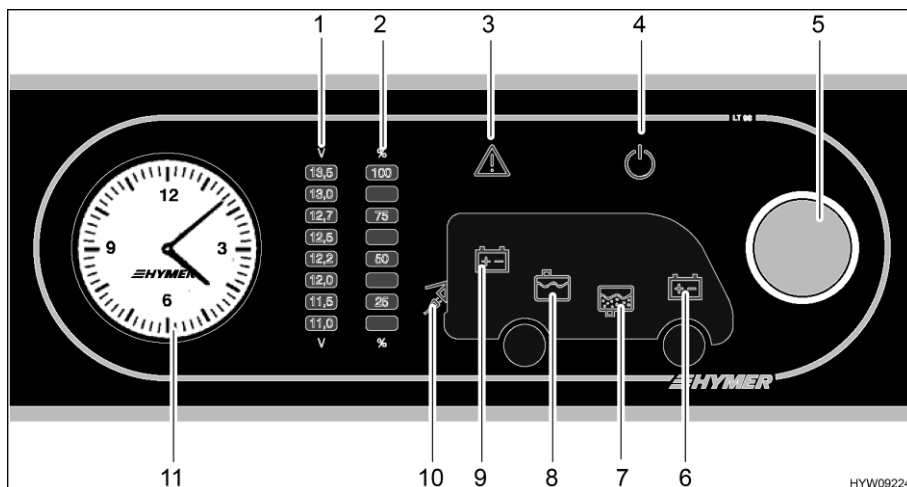

Bild 146 Panel (LT 98)
Med vridknappen (Bild 146,5) kopplas panelen och bodelens 12 V-försörjning till eller från.
Slå på: ■ Tryck på vridknappen (Bild 146,5): 12 V-försörjningen för bodelen är påslagen. 12 V-kontrollampa (Bild 146,4) lyser.
Slå från: ■ Tryck på vridknappen (Bild 146,5): 12 V-försörjningen för bodelen är avstängd. 12 V-kontrollampa (Bild 146,4) slocknar.
Med vridknappen (Bild 146,5) kan både spänningen av bodelsbatteriet och spänningen av startbatteriet avläsas. Spänningen visas på visarskalan för batterispänning (Bild 146,1).
- Vrid vridknappen (Bild 146,5) tills symbolen av batteriet som ska avläsas lyser.
Bodelsbatteriets spänning visas (Bild 146,9)
Startbatteriets spänning visas (Bild 146,6)
- Spänningen avläses på visarskalan batterispänning (Bild 146,1).
Med hjälp av vridknappen (Bild 146,5) kan såväl nivån i vattentanken som i avloppstanken avläsas. Nivån visas på visarskalan för tanknivån (Bild 146,2).
- Vrid vridknappen (Bild 146,5) tills symbolen av tanken vars nivå ska avläsas lyser.
Vattentankens nivå visas (Bild 146,8)
Avloppstankens nivå visas (Bild 146,7)
- Nivån visas på visarskalan för tanknivån (Bild 146,2).
Varningslampan alarm (Bild 146,3) blinkar, så snart som definierade gränsvärden överskrids eller underskrids.
Batterilarm Varningslampan alarm (Bild 146,3) blinkar, batteriets spänning är under 11 V. Om 12 V-försörjningen är påkopplad, lyser dessutom resp. batterisymbol upp (Bild 146,6 eller 9), och displayen "11,0" på visarskalan batterispänning (Bild 146,1) blinkar. Snart djupurladdning.
Tanklarm Varningslampan alarm (Bild 146,3) blinkar och resp. tanksymbol (Bild 146,7 eller 8) lyser upp, så snart som vattentanken eller avloppstanken är full.
230 V-kontrollampan (Bild 146,10) lyser när nätspänningen ligger på elblockets ingång.